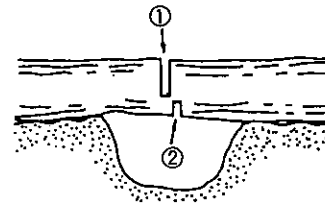

図 27
- (2) 図27のようにくぼみにまたがっている部分を切る場合は、はじめに上側から3分の2ほど切り込み、次に下側から切り通してください。